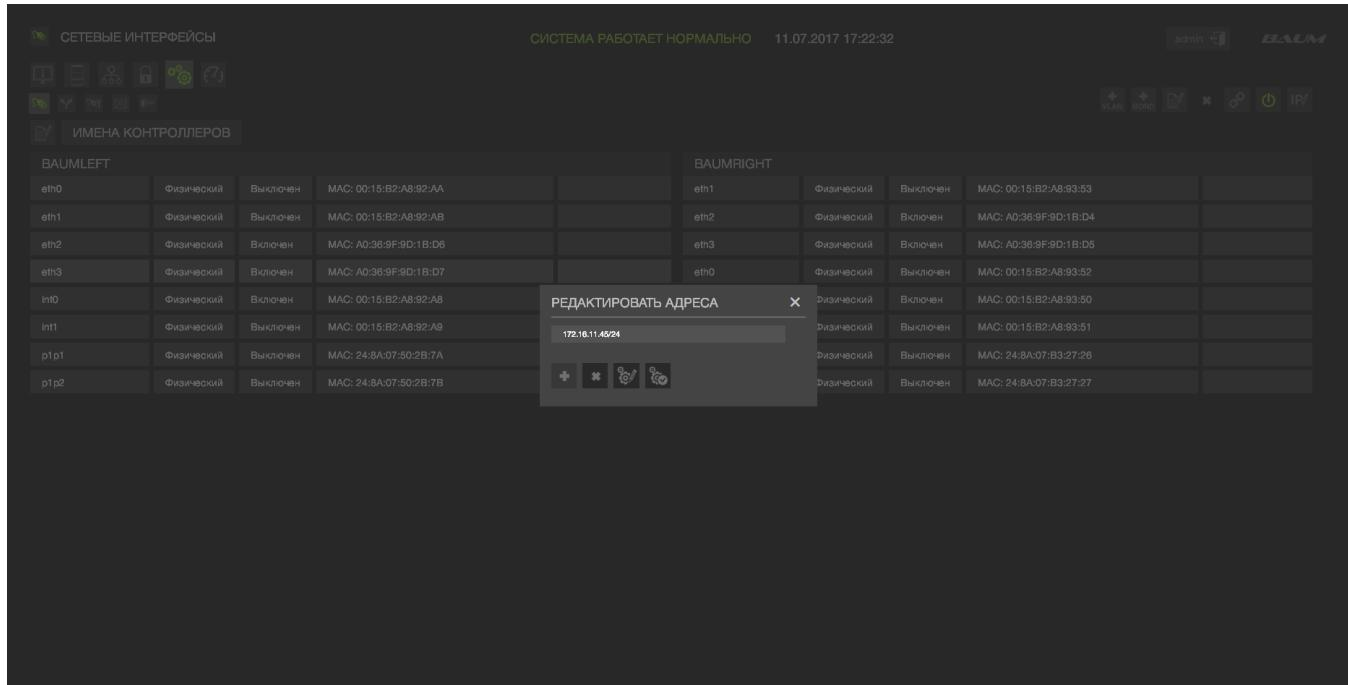

Рисунок 20 – Настройка сетевых интерфейсов
- 1) Перейти на вкладку «Настройки» → «Сетевые настройки» (см. Рисунок 20). На ней отображены все сетевые интерфейсы изделия с их текущими настройками и состояниями, для просмотра подробных параметров нажать на стрелку в правом верхнем углу нужного интерфейса: